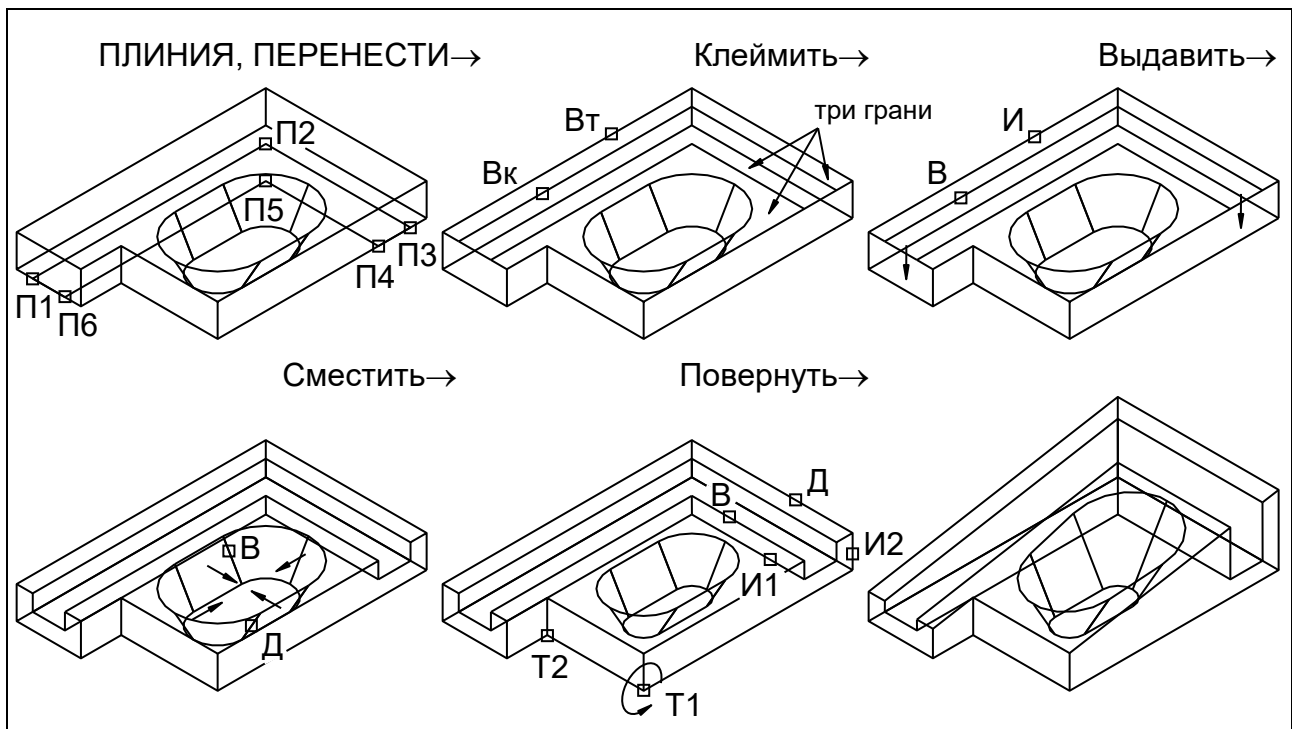

Рис. 34
2. Командой **ПЛИНИЯ** построить полилинию путем ввода точек **П1** (-72,32); **П2** (44,32); **П3** (44,-40); **П4** (28,-40); **П5** (28,16); **П6** (-72,16). Замыкающий сегмент (П6-П1) построить опцией **Замкнуть** (рис. 34).